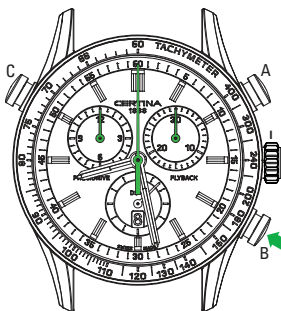

Рис. 17
**B** Обнуление счетчиков (см. рис. 17)